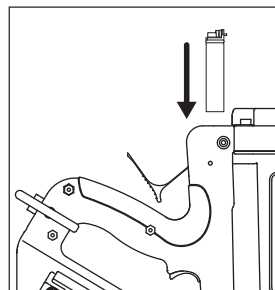

Figure 11
2. Insérer la pile à combustible dans l'outil par la base, en dirigeant la valve doseuse vers la soupape à essence rouge de l'outil (voir la figure 11).